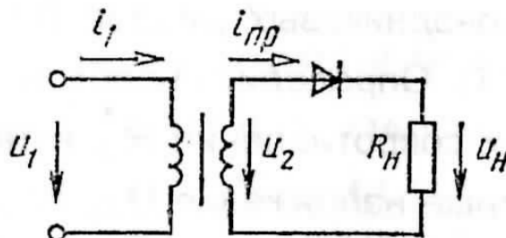

Рис. 5
2. Определить амплитуду тока в нагрузочном резисторе сопротивлением $R_H = 2,5 \text{ кОм}$ однополупериодного выпрямителя (рис. 5), если напряжение на первичной обмотке трансформатора $U_1 = 20 \text{ В}$, коэффициент трансформации $n = 0,4$. Считать, что прямое сопротивление диода $R_{np} = 0$.